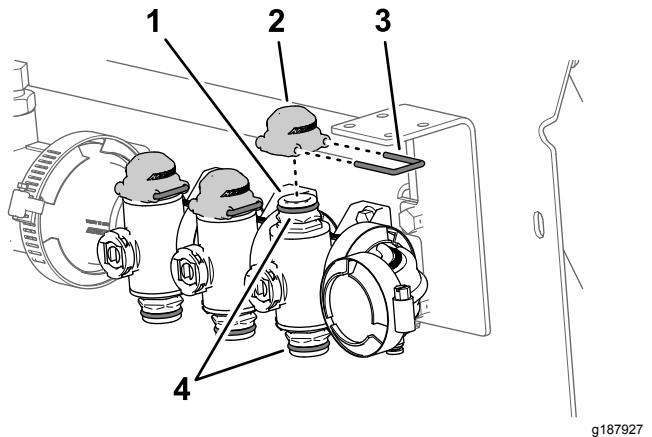

Figura 50
- Lubrificate gli O-ring superiori e inferiori sull'accoppiatore rapido della valvola del collettore con grasso fornito con il tappo dell'accoppiatore rapido (Figura 50).
- Montate i 3 tappi per gli accoppiatori rapidi sui 3 accoppiatori rapidi per le valvole del collettore (Figura 50).
- Fissate i 3 tappi ai 3 accoppiatori rapidi con i 3 fermi (Figura 50).